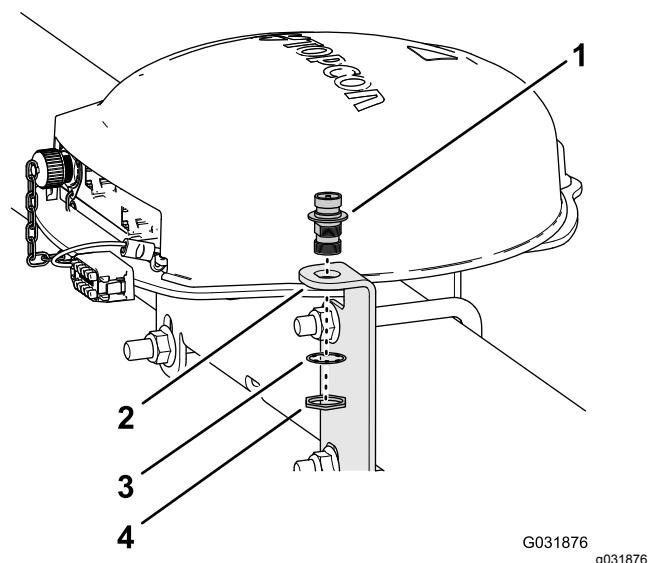

Figura 127
1. Allineate l'accoppiatore coassiale attraverso l'apertura nella staffa dell'antenna RTK con i filetti del diaframma dell'accoppiatore in basso (Figura 127).
2. Montate l'accoppiatore coassiale sulla staffa dell'antenna con la rondella di bloccaggio e il controdado e serrate manualmente il controdado (Figura 127).